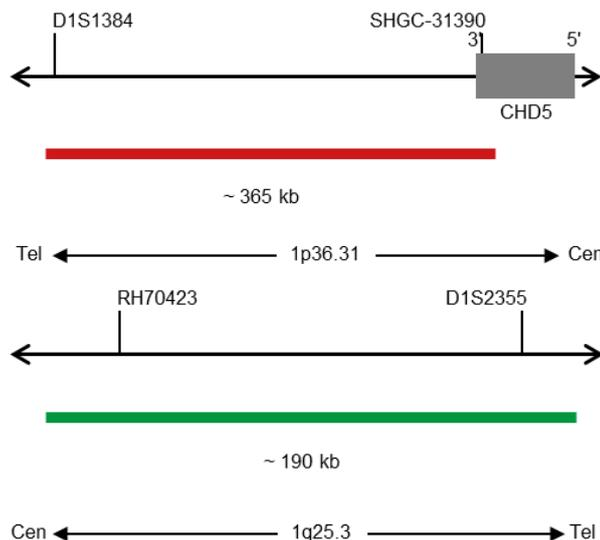

Abb. 1: Oben: SPEC 1p36 Sondenlokalisierung; Unten: SPEC 1q25 Sondenlokalisierung (nicht maßstabsgetreu)
- Dinitrophenyl-markierten Polynukleotiden (~1,7 ng/μl), die gegen Sequenzen in 1p36.31* (chr1:5,808,946-6,176,336) gerichtet sind (siehe Abb. 1).
- Digoxigenin-markierten Polynukleotiden (~1,7 ng/μl), die gegen Sequenzen in 1q25.3* (chr1:184,562,510-184,752,938) gerichtet sind (siehe Abb. 1).